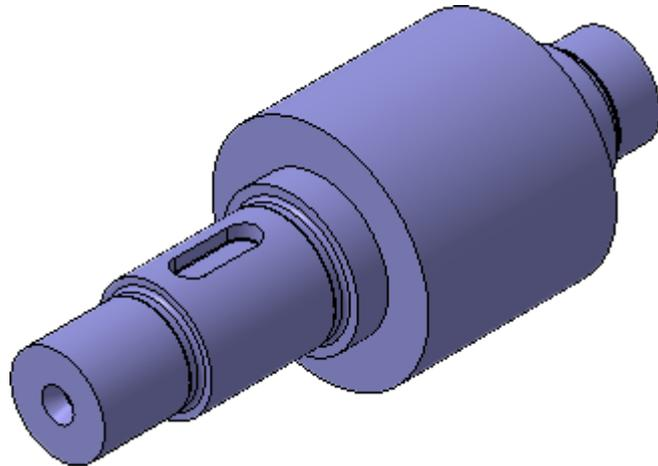

Рисунок 28.
- Нажмите кнопку Применить — в модели будет построен шпоночный паз (рис. 28).